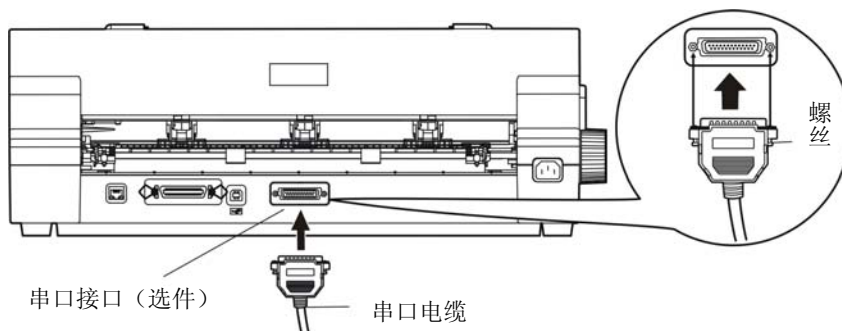

图 2-13 连接串口电缆
1. 关闭计算机与打印机的电源，将串口电缆插头连接到打印机的串行接口，拧紧两侧的螺丝，使插头固定（如图 2-13 所示）。